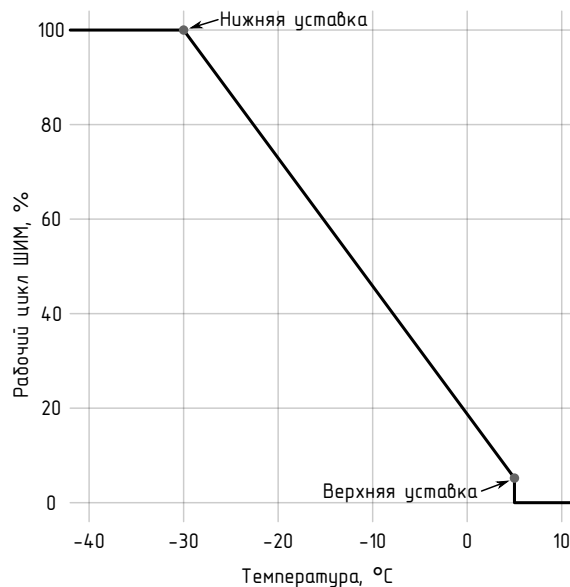

Рисунок 2.4 – Режим работы «Пропорциональный ШИМ»
- «Пропорциональный ШИМ» («PWM Proportional»). Длительность рабочего цикла ШИМ линейно интерполируется между верхней и нижней уставками в зависимости от показаний датчика(ов) температуры (см. рисунок 2.4). Для каждой уставки задаются температура и соответствующая длительность рабочего цикла;